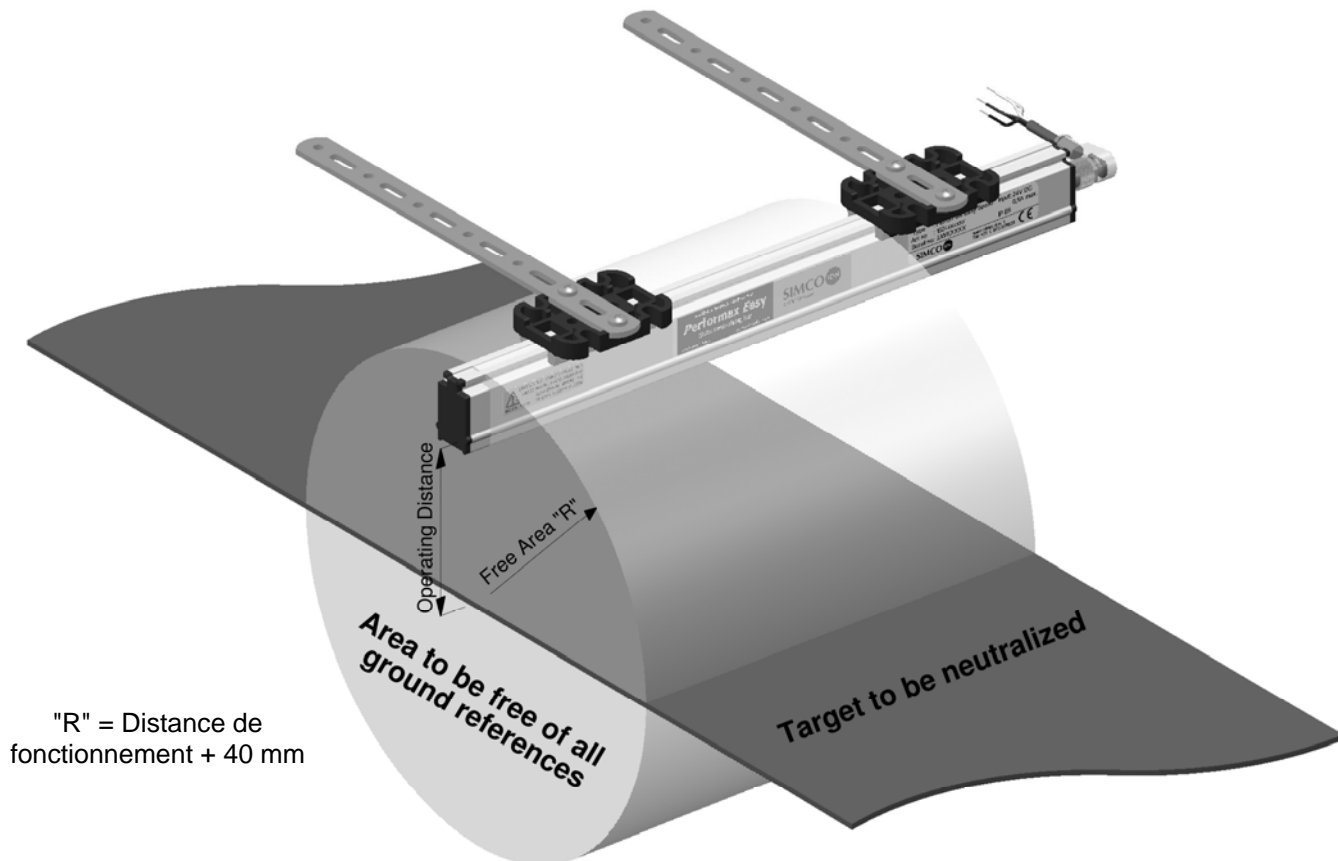

Figure 3 : position optimale du Performax Easy et du Performax Easy Speed
- Pour un résultat optimal, la barre ionisante doit être montée en suivant la figure 3.
- Fixez la barre ionisante à l'aide des éléments de fixation fournis. Voir figures 3 et 4.